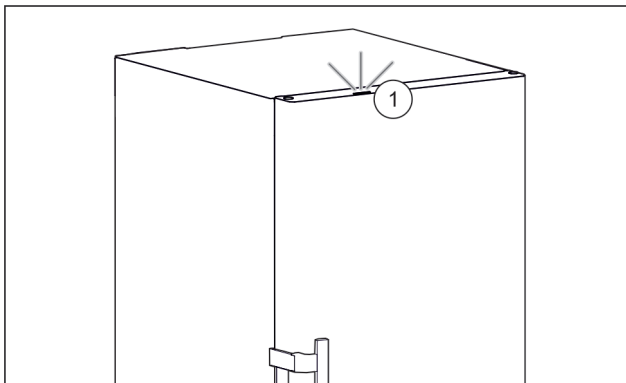

Fig. 56 Aktivne stavové svetlo pri zatvorených dverách
- ▷ Stavové svetlo Fig. 56 (1) je aktivované.